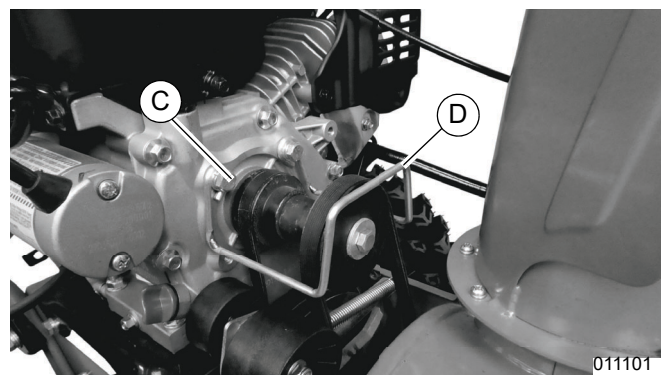

Figure 4-6. Retirer le guide de courroie
2. Voir **Figure 4-6**. Retirer les deux vis, rondelles-freins et rondelles plates (C) de fixation du guide de courroie (D) à l'aide d'une clé de 13 mm. Retirer le guide de courroie.